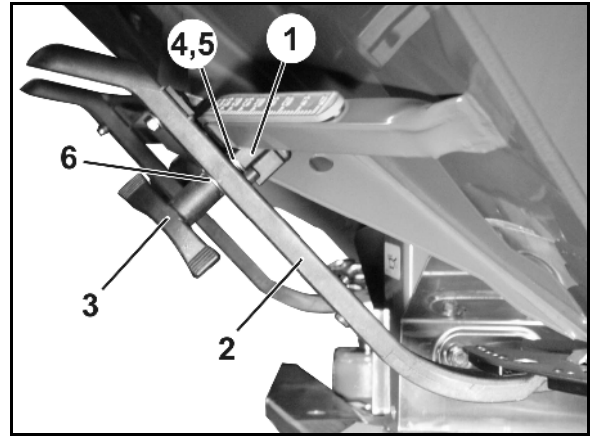

Fig. 83
6. Indstil klemanordningen (Fig. 83/1) til indstillingsgrebet (Fig. 83/2) som følger:
- 6.1 Skru vingenøtrikken (Fig. 83/3) af.
- 6.2 Tag skruen ud, og byt position for de to underlagsskiver (Fig. 83/4) bagfra (Fig. 83/5) og fremad (Fig. 83/6).